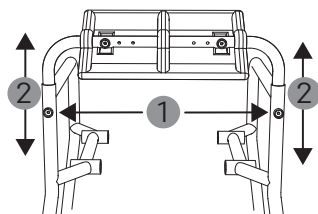

fig. 9
1. Per regolare l'altezza dello schienale, allentare i dadi zigrinati delle fiancate ed estrarre le viti (1, fig. 9).
2. Lo schienale è regolabile su tre altezze tramite gli appositi fori (410/435/460 mm). Per regolarlo, spingere i due lati dello schienale verso l'alto (2, fig. 9).